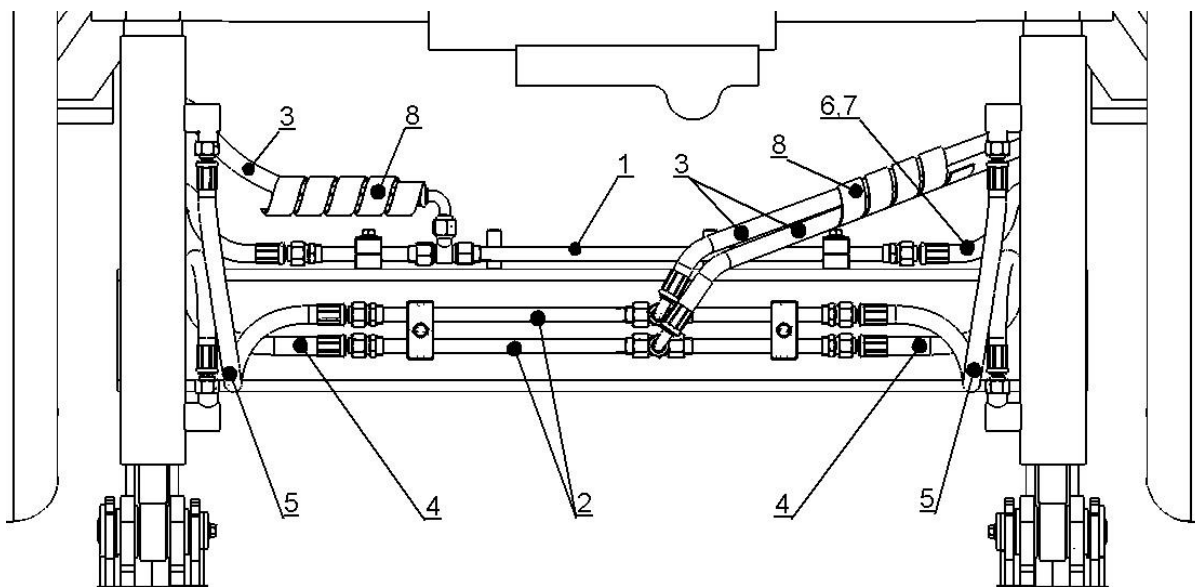

Рисунок 6 – Подсоединение ГЦ рабочих органов и ГЦ подъема к гидросистеме погрузчика КУН(TURS)-1000У-0:
4.6 Сборка гидросистемы погрузчика (см. рис. 6 и приложение В)